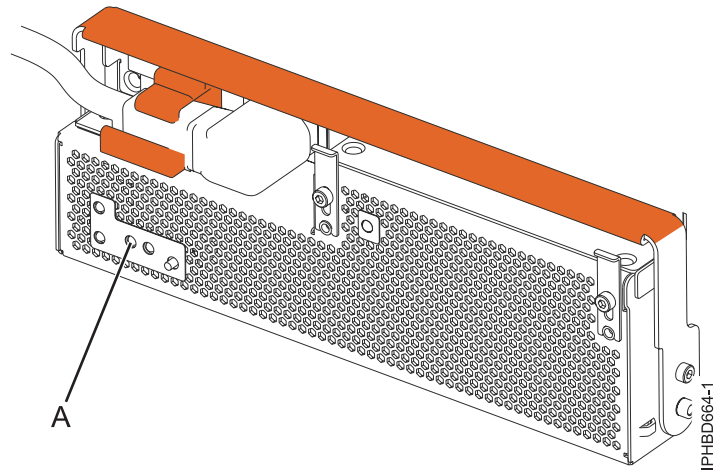

Figure 7. Voyant d'identification d'incident de l'unité remplaçable sur site
4. A l'avant de l'unité d'extension, identifiez l'alimentation électrique à remplacer. Pour identifier l'alimentation électrique, notez la présence du voyant d'identification d'incident orange de l'unité remplaçable sur site (A) comme illustré à la figure 7, à la page 11. Un voyant allumé (fixe ou clignotant) signale l'alimentation électrique défaillante.